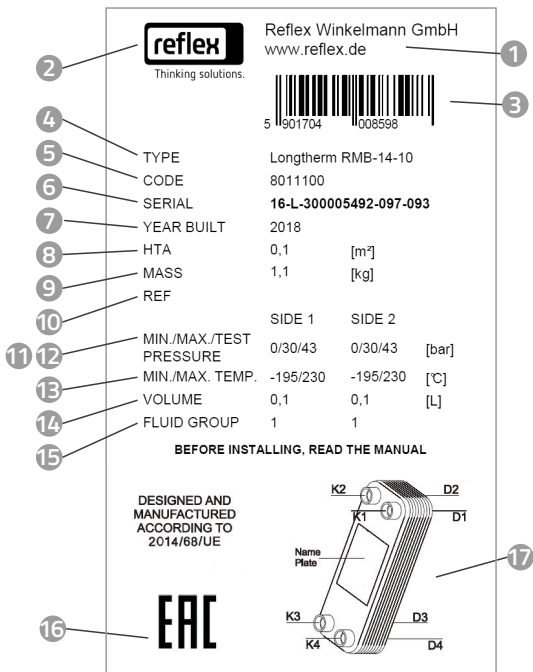

Fig. 3
1.4. Typenschild, **Abb.3:**
- ① Hersteller
- ② Firmenlogo
- ③ Barcode des Anlagentyps
- ④ Kennzeichnung des Wärmetauschers
- ⑤ Code der Anlage
- ⑥ Artikel Nummer
- ⑦ Baujahr
- ⑧ Wärmeaustauschfläche
- ⑨ Gewicht
- ⑩ Kategorie der Anlage gem. 2014/68/EU